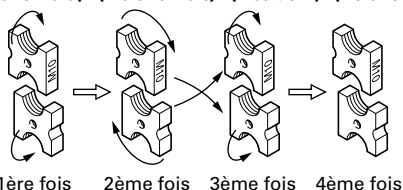

Fig. 19
- (3) Avant la fixation
- ① Le cutter contient quatre bords. Comme indiqué sur la Fig. 19, en changeant de bord, vous pouvez utiliser la lame quatre fois.